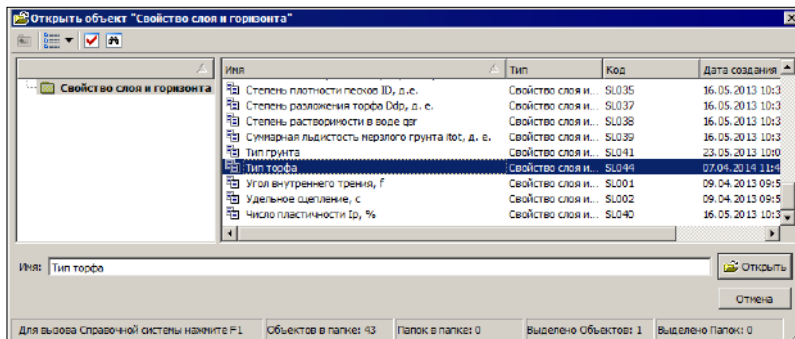

Рис. 7.5
- Кнопка в поле параметра **Выбор свойства для определения типа торфа** открывает диалог **Свойства слоя и горизонта**, где необходимо выбрать семантическое свойство **Тип торфа** (рис. 7.5). Это свойство является ключом для связи с геологическим строением проекта геологии (торф типа **ШБ** имеет значение 5, **ША** – 4, **П** – 3, **ИБ** – 2, **ИА** – 1, **минеральное дно** – 0).